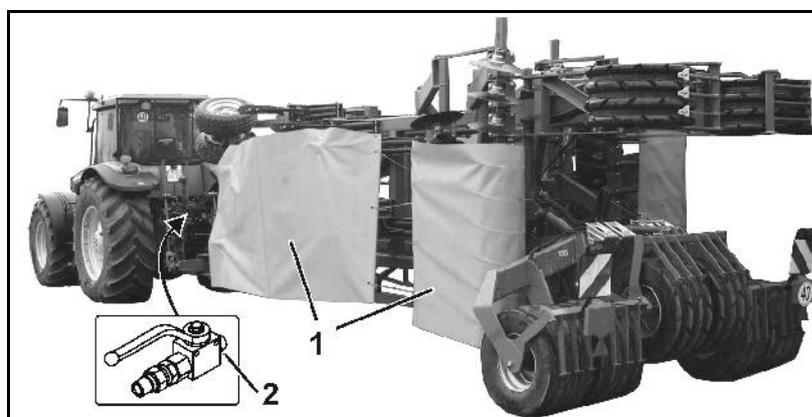

Fig. 7
- Schutzplane für Straßentransport (Fig. 7/1).
- Kugelhahn gegen ungewolltes Ausklappen (Fig. 7/2).